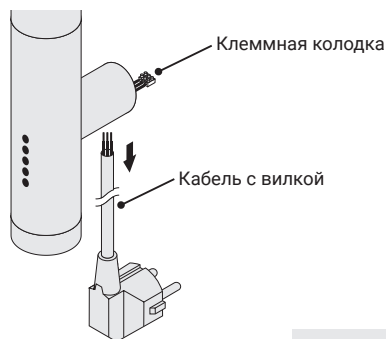

Рис.8
4.2.2. При подключении через скрытую проводку необходимо отсоединить сетевой шнур с вилкой от клеммной колодки (рис. 8).